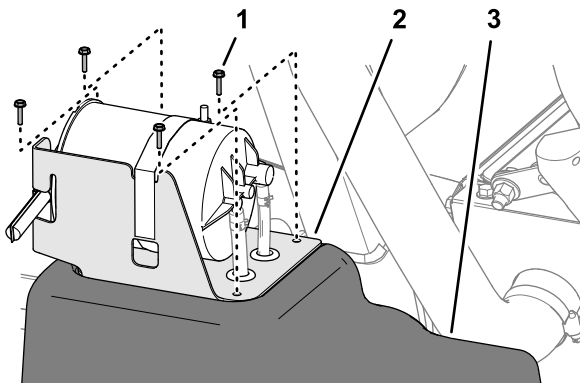

Figura 80
2. In corrispondenza del serbatoio del carburante, rimuovete le 4 viti (#10 x 3/4") che fissano la staffa del canister a carboni attivi alla parte superiore del serbatoio del carburante (Figura 80).